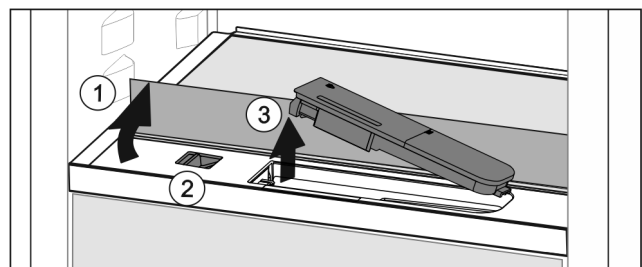

Fig. 51
- ▶ Levante la plancha de cristal y bájela hacia atrás hasta el tope Fig. 51 (1).
- ▶ Desplace la compuerta Fig. 51 (2) hacia la izquierda.
- ▶ Retire el depósito de agua Fig. 51 (3).